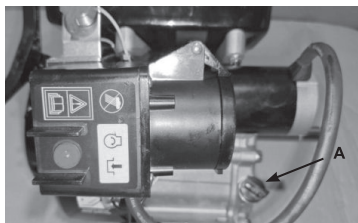

Рис.8
- Снимите крышку/щуп маслозаливного отверстия (А) Рис.8.